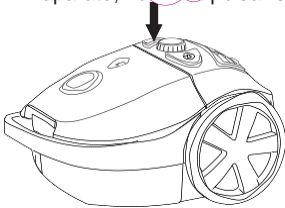

Figura 6 Interruptor de encendido/apagado
- Introduzca el enchufe en la toma de pared y pulse el botón de encendido/apagado. Para apagar el aparato, vuelva a pulsar el botón de encendido/apagado, véase la figura 6.